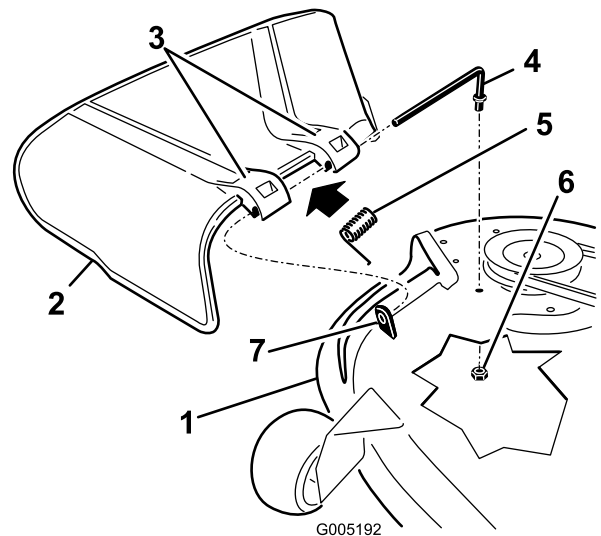

Figure 61
1. Repérez les éléments illustrés à la Figure 61.
2. Retirez l'écrou (3/8 pouce) de la tige, sous le plateau de coupe (Figure 61).
3. Sortez la tige de la courte cheville de positionnement, du ressort et du déflecteur d'herbe (Figure 61). Déposez le déflecteur d'herbe s'il est endommagé ou usé.
4. Remettez en place le déflecteur d'herbe (Figure 61).
6. Placez le ressort sur la tige, les fils d'extrémité dirigés vers le bas, entre les supports du déflecteur d'herbe. Insérez la tige dans le deuxième support du déflecteur d'herbe (Figure 61).
7. Insérez la tige à l'avant du déflecteur dans la courte cheville de positionnement sur le plateau. Fixez l'extrémité arrière de la tige dans le plateau de coupe à l'aide d'un écrou (3/8 pouce) (Figure 61).